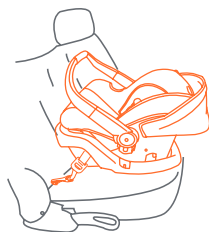

Fig. 51-1
- Sillita de seguridad con base:** Asegúrese de que el vehículo esté estacionado sobre una superficie plana. Trabe la sillita de seguridad en la base y verifique que la sillita de seguridad esté nivelada lado a lado en el asiento del vehículo (Fig. 51-1).